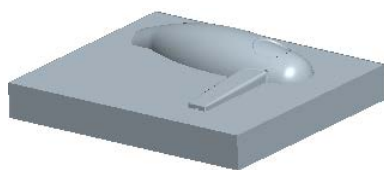

图 8.41 体积块
(5) 在“拉伸”选项卡中单击 按钮，完成特征的创建。
Step4. 在 **编辑模具体积块** 选项卡中单击“确定”按钮 ，完成体积块的创建。结果如图 8.41 所示。